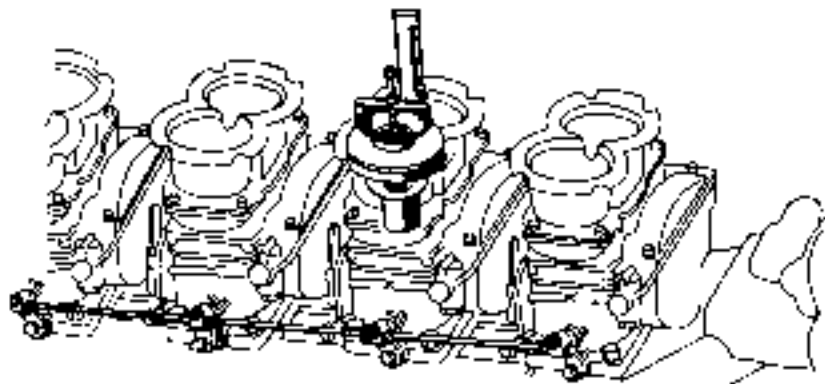

Fig. 51
Con il motore in moto a temperatura e la temperatura normale di funzionamento e con la potenza normale ed elettricità, controllare il regolatore del minimo e la sincronizzazione della sincronizzazione al sistema di controllo del carburatore. La regolazione deve essere fatta perpendicolare all'asse del minimo e quindi del sistema dell'acceleratore (fig. 51).
— Attention lors de la réglage du minimum et de la synchronisation du carburateur. Il est préférable de régler le minimum et la synchronisation sur un régime du moteur normal et avec l'électricité normale. Presser l'appareil synchronisateur du carburateur dans une position perpendiculaire à l'axe du minimum et de la spillo (fig. 51).
Avec le régime du moteur normal et avec l'électricité normale, presser l'appareil synchronisateur du carburateur dans une position perpendiculaire à l'axe du minimum et de la spillo (fig. 51).
— Avec le régime du moteur normal et avec la température normale de fonctionnement et avec l'électricité normale, presser l'appareil synchronisateur du carburateur dans une position perpendiculaire à l'axe du minimum et de la spillo (fig. 51).
— With the engine running at idling speed and at normal running temperature, and with the mechanical and electrical parts working efficiently, adjust the minimum and synchronization of the control system connecting the various carburetors. This is done to remove the load of the springs added to the total of the accelerator (fig. 51).
- Alle Einstellschrauben für die Leerlauf lockern, ausser die des Vergasers Nr. 1 (der dem Kuehler am nächsten steht). Den Synchronisierungsapparat an eine Leitung des Vergasers Nr. 1 drücken und die Mutter des Instrumentes einstellen, bis der Schwimmer sich in Zentrum der Reuehre bewegt (Abb. 51).